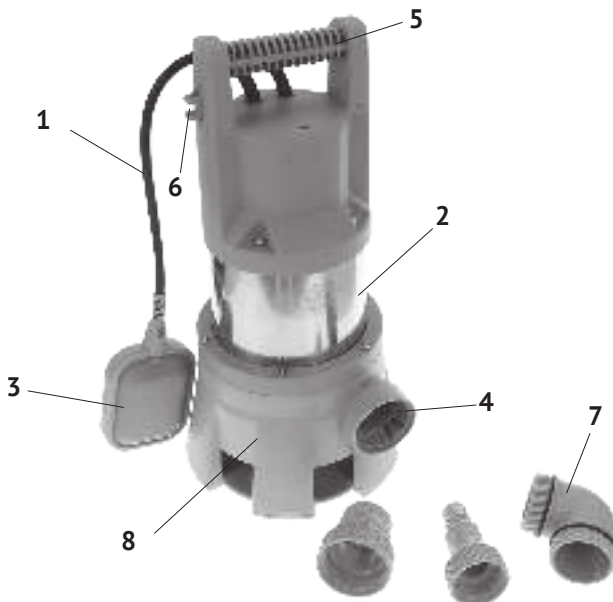

рис.1
2.4 Общий вид насоса представлен на рис.1
2.5 Двигатель и насос расположены в пластиковом корпусе (рис.1 поз.2), закрытом вставкой из нержавеющей стали, что повышает устойчивость насоса к агрессивной среде. Насос приводится в действие асинхронным двигателем переменного тока. Подключение насоса к сети осуществляется кабелем питания со штепсельной вилкой с заземляющим контактом. Насос начинает работу при подключении к сети питания.
4.2 Прикрутите к корпусу нагнетателя (рис.1 поз.8) угловой штуцер (рис.1 поз.7) с предварительно прикрученным к нему выходным штуцером (рис.1 поз.4). Смонтируйте и присоедините к выходному штуцеру напорную магистраль.
4.4 Для установки других пределов регулировки, следует изменить вылет поплавка относительно места крепления (рис.1 поз.6) его кабеля (рис.1 поз.1) на рукоятке (рис.1 поз.5). Проверьте, что уровень воды в пределах поля регулирования по отношению к перекачиваемому объёму, не потребует от насоса 30-ти и более выключений в час. Частые коммутации выключателя сокращают срок службы насоса.
4.5 Привяжите верёвку (трос) к ручке (рис.1 поз.5) насоса. Кабель питания можно закрепить на этой верёвке.